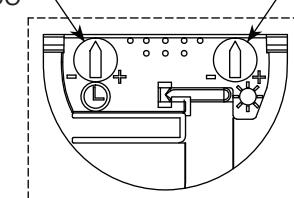

Figura 3
G. Si quita el botón a presión, puede bloquear o desbloquear el botón a través del seguro de ENCENDIDO/APAGADO en la parte posterior (vea Figura 3). Cuando está bloqueado, el sensor sólo funciona en modo de ocupación automática.